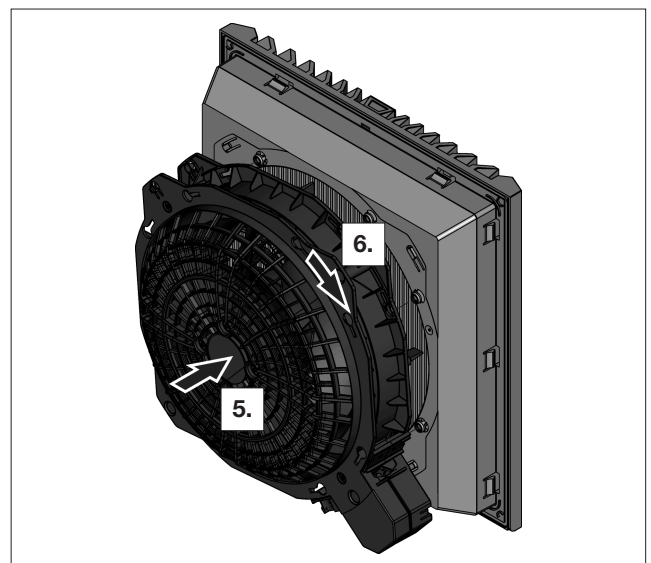

図12: バヨネットロックをロック
- ファンハウジングをフィルターケース上に戻してください(図12を参照)。